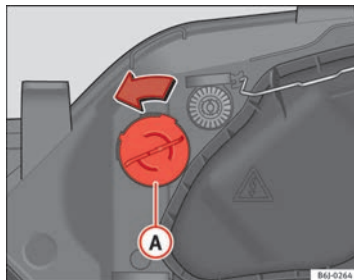

Abb. 165 Blinklicht
- Den Lampenträger ⇒ Abb. 165 Ⓐ nach links drehen und ziehen.